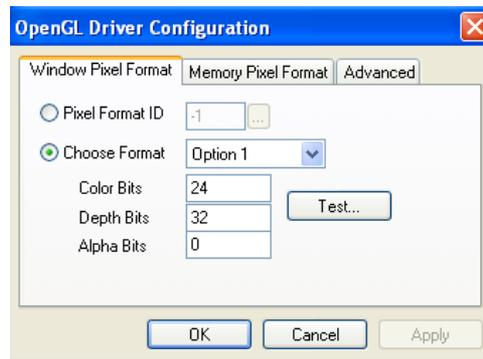

Figura 5-74 Cuadro de diálogo OpenGL Driver Configuration (Configuración del controlador OpenGL)
- En el cuadro de diálogo de *OpenGL Driver Configuration* (Configuración del controlador OpenGL) (Figura 5-74), seleccione **Pixel Format ID** (ID de formato de píxeles) e ingrese este número.